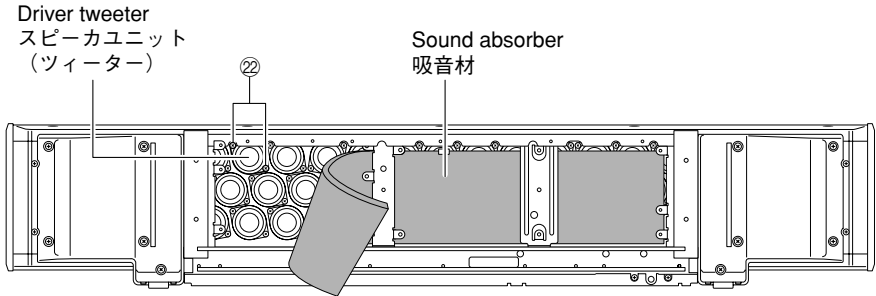

Fig. 9
- b. Remove 2 screws/piece (㉒). (Fig. 9)
- c. Remove the driver tweeter. (Fig. 9)
- b. ㉒のネジ2本／個を外します。(Fig. 9)
- c. スピーカーユニット(ツイーター)を取り外します。(Fig. 9)